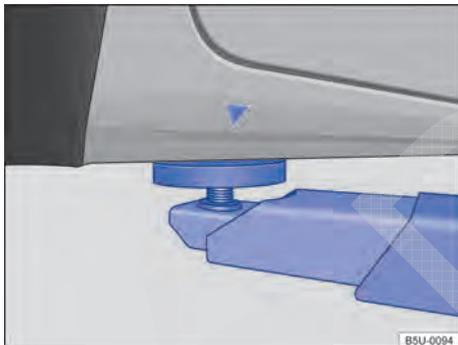
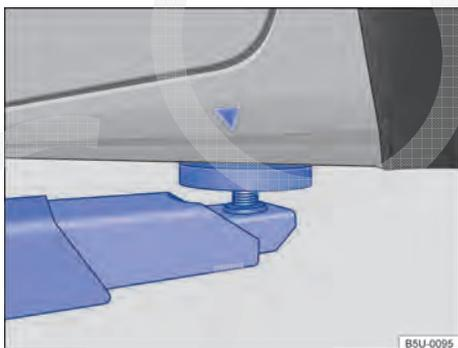

Fig. 171 Pontos de apoio dianteiros para a suspensão com plataforma elevatória ou com macaco.
Fig. 172 Pontos de apoio traseiros para a suspensão com plataforma elevatória ou com macaco.
O veículo deve ser suspenso somente pelos pontos indicados nas figuras → Fig. 171 e → Fig. 172. Se o veículo não for suspenso pelos pontos indicados, podem ocorrer danos no veículo → **i** e ferimentos graves → **A**.
- Suspender o veículo somente pelos pontos indicados nas figuras → Fig. 171 e → Fig. 172. Se o veículo não for suspenso pelos pontos indicados, o veículo poderá cair da plataforma elevatória quando, por exemplo, o motor ou a suspensão for desmontado.